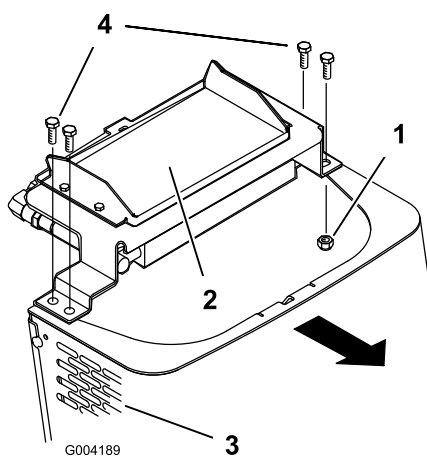

Figure 22
6. Enlevez les boulons à épaulement et les écrous qui fixent le refroidisseur d'huile en haut du panneau avant (Figure 22).